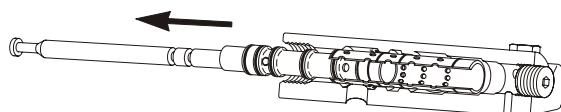
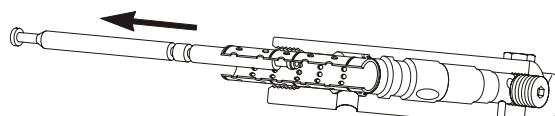
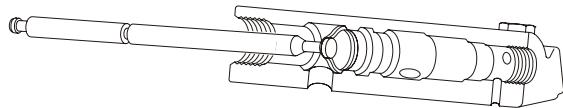

图 1. 在套筒中的第二排的孔中插入工具，并且如有必要，使用螺丝起子撬开。
图 2. 直接拉出
图 3. 通过缓冲垫片的中心插入缓冲垫片钩，将其直接拉出。
2. 如有必要，使用图1，图 2 和图 3 中所示的工具 P/N 28584 拆下套筒和缓冲垫片（套筒内部端头，橡胶面垫片）。